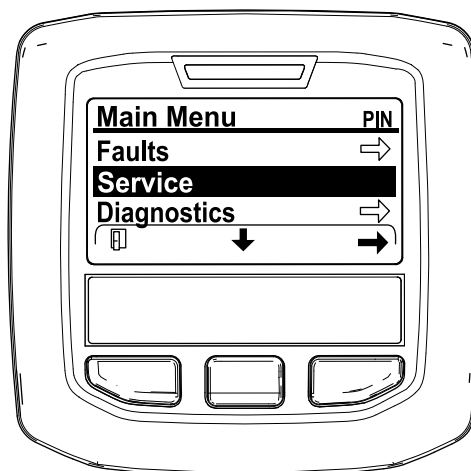

図 49
2. メインメニューMAIN MENU画面で、中央ボタンを押して整備SERVICEメニューへ移動し、右ボタンで整備SERVICEを選択する 図 49。